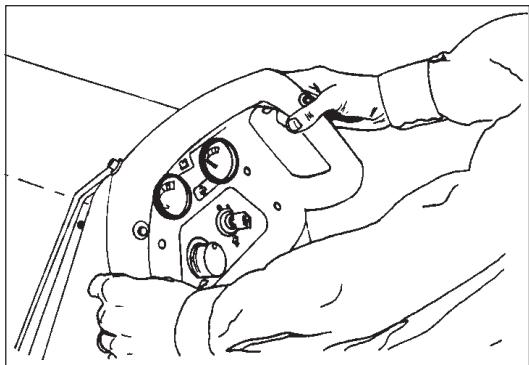
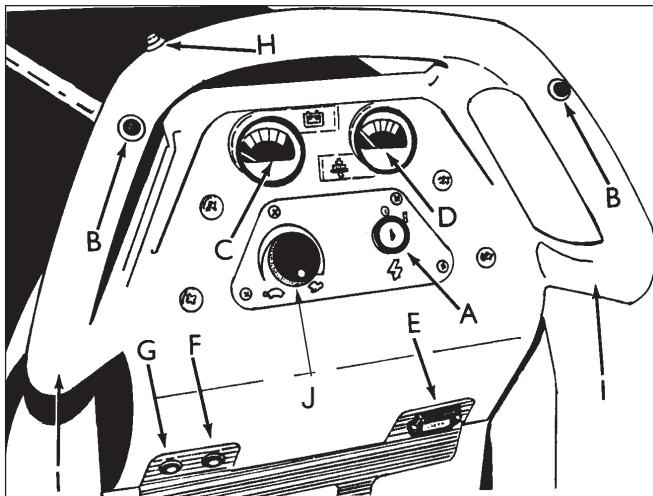

Figure 26
Figure 27
4. Hold the control handles as shown in figure 26.
5. When either the right or left forward/reverse switch (figure 27, item "B") is pushed in, the pad motor will start and the traverse motor will propel the machine forward.
6. Control the speed of traverse by using the speed control knob. See figure 27, item "J".
8. To reverse the machine, push in the reverse switch (figure 27, item "H") and either the right or left forward/reverse switch (figure 27 , item "B") at the same time.
10. When you stop the machine, be sure to turn off the key switch (figure 27, item "A") and set the parking brake.
4. Placez vos mains sur les poignées de commande comme indiqué à la figure 26.
5. Lorsque vous poussez sur l'interrupteur avant/arrière de gauche **ou** de droit (figure 27, item "B"), le moteur du disque démarre et le moteur de traction fait avancer la machine.
6. Contrôlez la vitesse de la machine en utilisant le sélecteur de vitesse. Voir figure 27, item "J".
8. Pour la marche arrière, enfoncez l'interrupteur de marche arrière (figure 26, item "H") et, en même temps, **soit** l'interrupteur avant/arrière de droite, **soit** celui de gauche (figure 27, item "B").